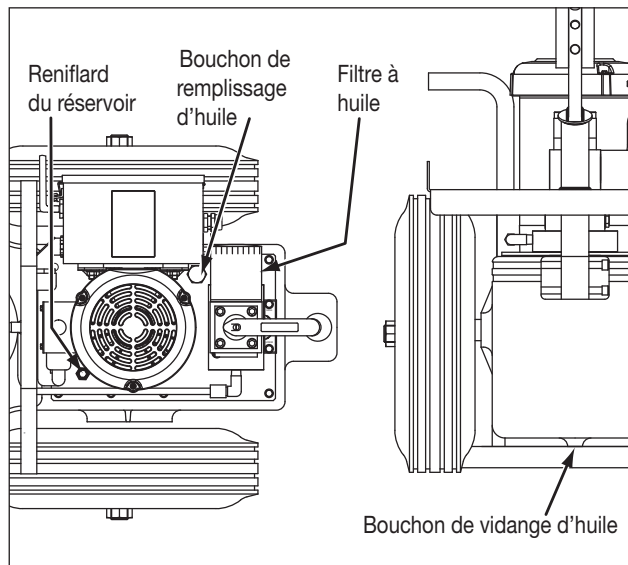

Figure 7, changement d'huile
6.3 Changement d'huile (reportez-vous à la figure 7)
- Retirez, nettoyez et réinstallez le reniflard du réservoir. Il est installé sur la plaque du couvercle supérieur du réservoir. Reportez-vous à la figure 7 pour connaître son positionnement.